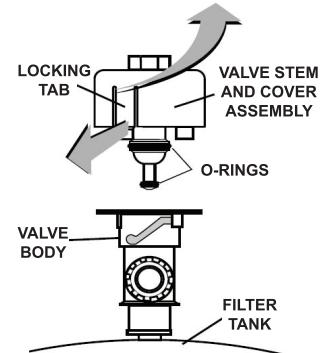

Figure 2
3. Terwijl de ontluchtingsklep op de filtertank is bevestigd, trekt u de sluittabs naar buiten en verwijdert u de klepsteel en de afdekconstructie met een hefbeweging tegen de klok in (zie afb. 2).